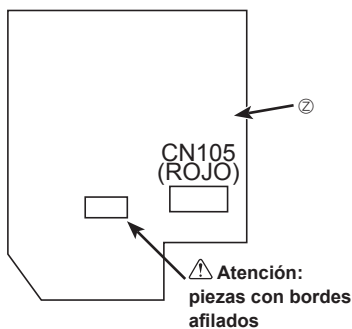

Fig. 6-6
14. Conector CN105 (ROJO) del panel del controlador interior. (Fig. 6-6)